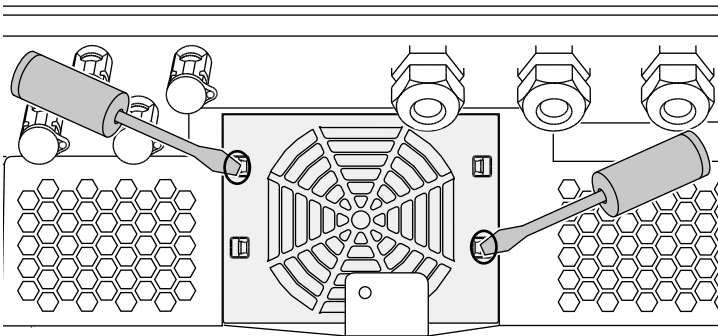

Fig. 63: Togliere le linguette di fissaggio
3. Con un secondo cacciavite premere le linguette di fissaggio verso il centro della ventola. Sollevare leggermente il gruppo ventola. ↗ **Fig. 63**